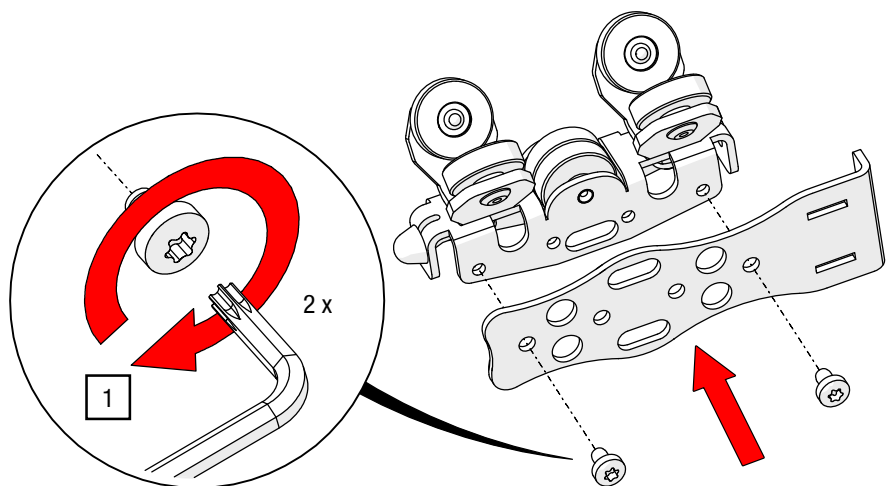

Abb. 53: Umbau Zugwagen mit Überzugsbügel – Seitenblech montieren
1. Positionieren Sie das Seitenblech auf den Zugwagen und verschrauben Sie es mit einem TORX®-Schlüssel T20, bis es am Zugwagen anliegt (siehe Abb. 53).